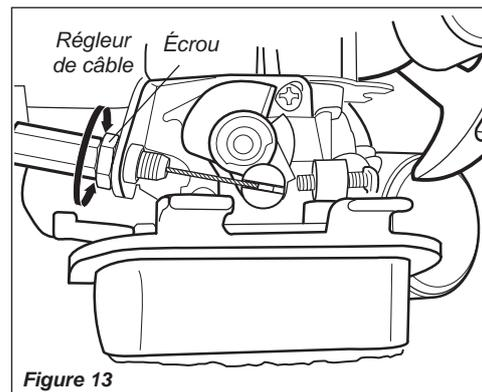

Figure 13
1. Desserrer l'écrou du régleur de câble. Voir la figure 13.
2. Serrer ou desserrer le régleur de câble de façon à obtenir un jeu adéquat de 4 à 6 mm. Voir la figure 13.